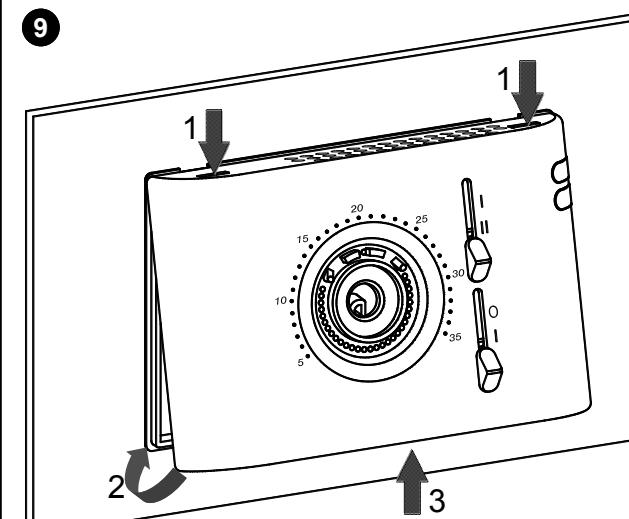

Fig. 10 - Abb. 10
- Tourner la calotte en faisant en sorte que les glissières coïncident avec leurs commutateurs respectifs et pousser la languette en plastique située sur la partie inférieure de la base vers le bas (la languette est indiquée par une flèche sur la Fig. 10) ; exercer une pression jusqu'au déclenchement de la languette de fixation en plastique à l'intérieur de l'orifice sur le côté inférieur de la calotte. Vérifier ensuite que les glissières coulissent correctement.
- Ruotare la calotta facendo in modo che gli slider coincidano con i relativi commutatori e spingere verso l'interno la linguetta plastica posta sulla parte inferiore della base (indicata dalla freccia in Fig. 10) ed esercitare una pressione che faccia scattare la linguetta plastica di fissaggio all'interno del foro sul lato inferiore della calotta. Quindi verificare la corretta corsa degli slider.